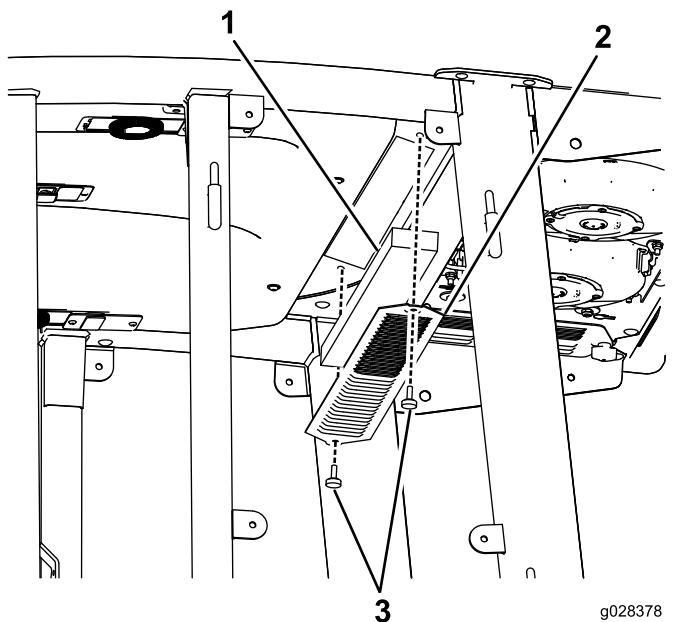
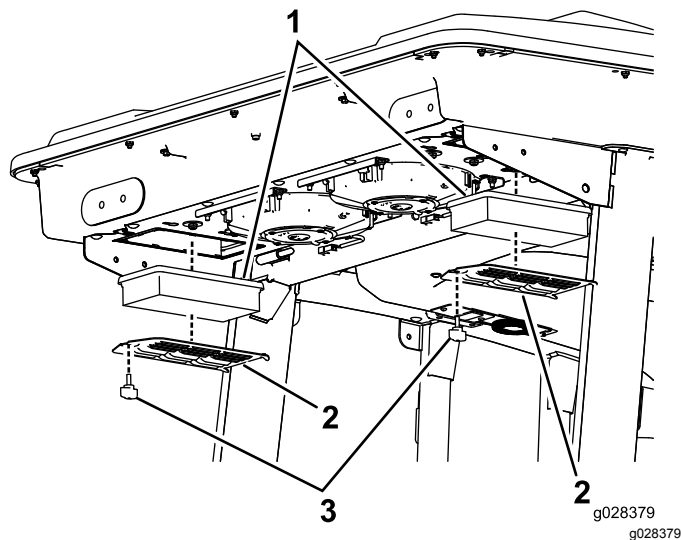

Figura 133
Figura 134
1. Retire los tornillos y las rejillas que cubren el filtro interior y el trasero de la cabina (Figura 133 y Figura 134).